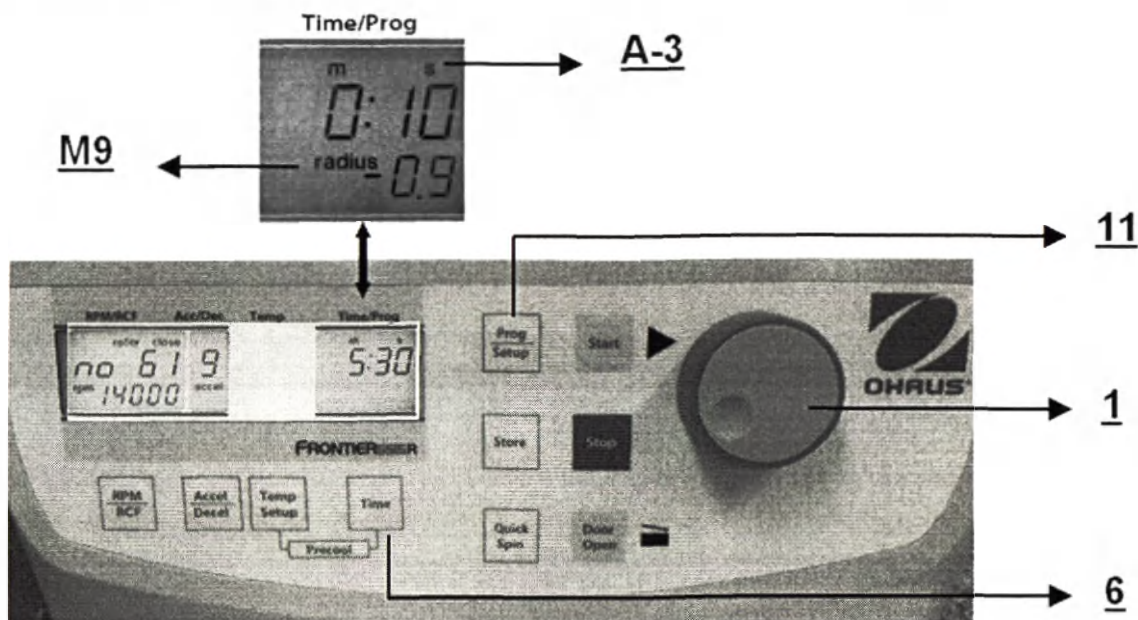

Рис. 21
Закройте крышку центрифуги, затем нажмите одновременно кнопки **Time** (6) и **Prog/Setup** (11) и удерживайте их (см. рис. 21).